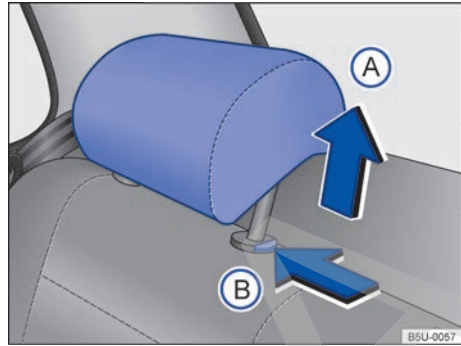

Fig. 41 Desmonte el apoyacabezas trasero.
- Presionar la tecla \Rightarrow fig. 41 (B) en el sentido de la flecha. Retire el apoyacabezas mientras presiona la tecla.
- Empuje el apoyacabezas hacia abajo con la tecla \Rightarrow fig. 41 (B) presionada.